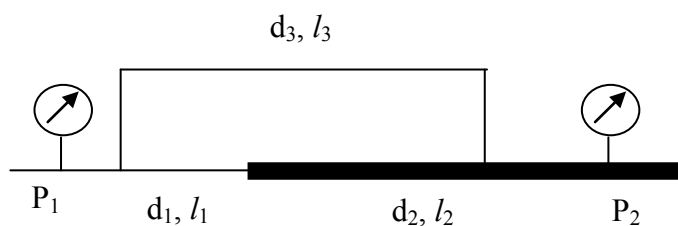

Рисунок 9.3
9.2.2 Визначити витрати на кожній з ділянок у новому сталевому звареному трубопроводі, що складається з трьох ділянок, дві з яких з'єднані (ZZ) послідовно, а третя йде паралельно їм (рис. 9.3). Діаметри ділянок $d_1 = 20$ мм, $d_2 = 40$ мм. Довжина ділянки $L_2 = 100$ мм. Втрати на місцевих опорах становлять 20% від втрат на тертя. Різниця тисків ($P_1 - P_2$) на кінцях трубопроводу дорівнює ΔP .